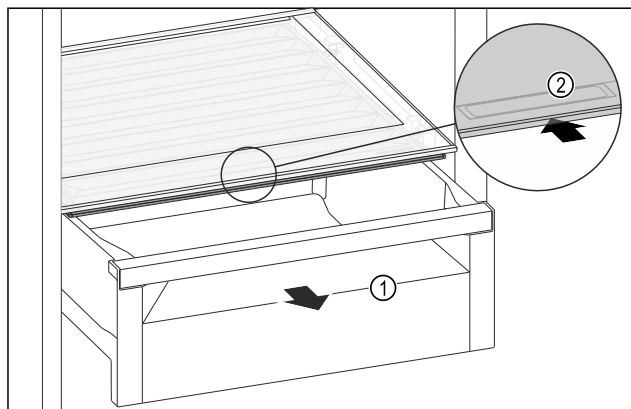

Fig. 122
- Træk skuffen Fig. 122 (1) ud.
- Tag fat i grebsforsænkningen Fig. 122 (2) i bokslåget, og skub samtidigt bokslåget tilbage.